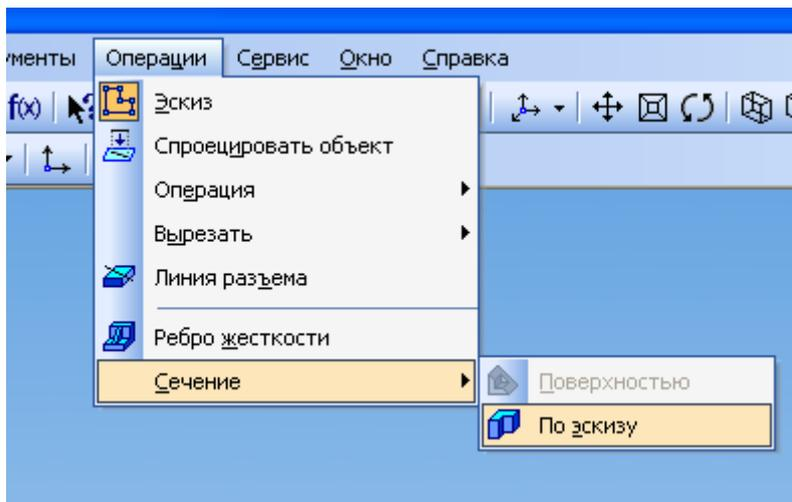

Рис. 26
22. Завершите работу в режиме редактирования эскиза. Далее выполните команду «**Операции -> Сечение -> по эскизу**» (рис. 26).